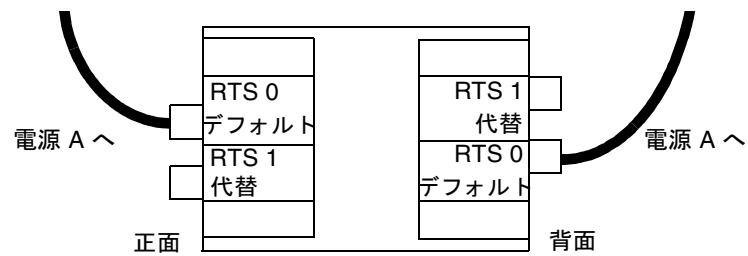

図 3-11 2つの RTU アセンブリおよび1つの AC 電源での構成
- 2つの RTU アセンブリおよび1つの AC 電源を使用する構成では、システムの正面左側に1本、背面左側に1本の計2本のケーブルを接続します(図3-11)。デフォルトの RTS と同じ電源を使用するコンセントに代替 RTS ユニットを接続することはできません。信頼性が損なわれることになります。